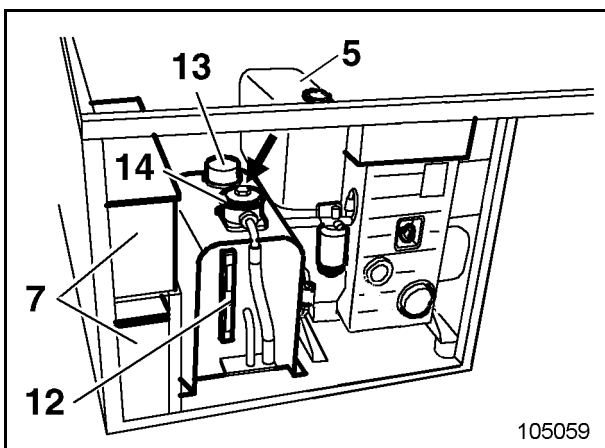

Fig. 3-154:
- Nach jedem Arbeitseinsatz Kraftstofftank über den Einfüllstutzen (5, Fig. 3-154:) befüllen.
- Regelmäßig Batterien (7) und Kabelanschlüsse prüfen.
- Vor jedem Arbeitseinsatz den Hydraulikölstand am Füllstandsrohr (12, Fig. 3-154:) überprüfen; ggf. Hydrauliköl nachfüllen.
- Regelmäßig am Verschmutzungsanzeiger (Pfeil, Fig. 3-154:) die Verschmutzung des Hydraulik-ölfilters überprüfen.
- Hydraulikölfilter (14) und BelüftungsfILTER (13) wechseln.